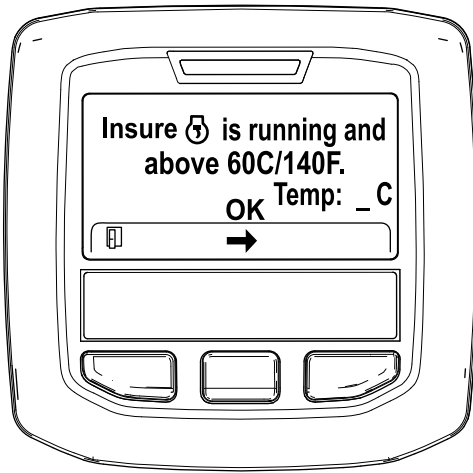

Figura 50
5. Se a temperatura do líquido de refrigeração for inferior a 60°C, surge a mensagem "Insure  is running and above 60°C/140°F" (Confirme que está a trabalhar e acima de 60°C/140°F) (Figura 50).